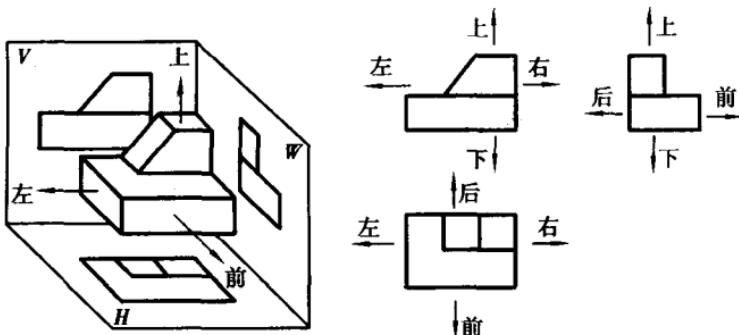

图 2.7 三视图的方位关系
(1) 方位关系。主视图反映了物体上、下、左、右四个方位的关系；俯视图反映了物体前、后、左、右四个方位的关系；左视图反映了物体上、下、前、后四个方位的关系。因此，将两个视图联系起来，才能表明物体六个方位的位置关系，如图 2.7 所示。